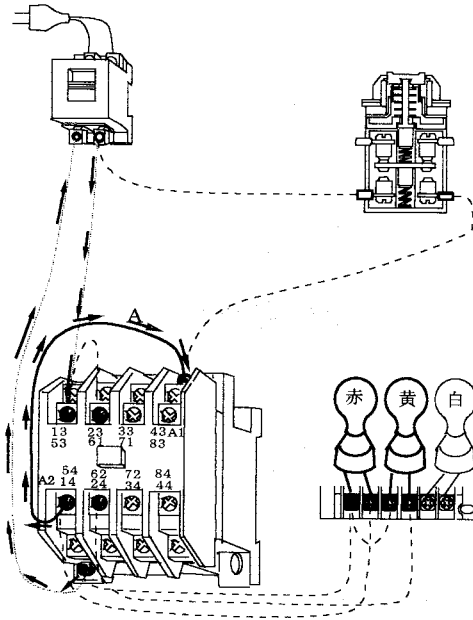

図3-43 自己保持回路
- 1) 図3-43に示すように、実習4の回路に実線で描いた線Aを接続した後、スイッチを動作するとどのようになるか、または、元の状態にもどすにはどのようにすればよいか考えよう。